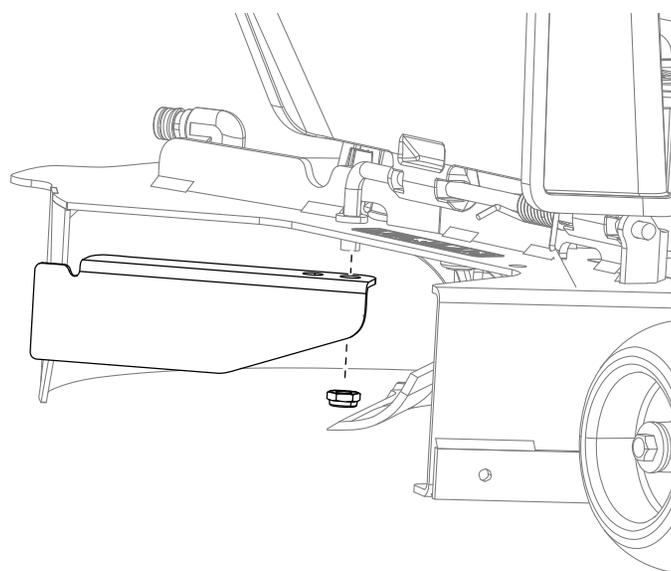

Figura 18
1. Para carcasas de 127 cm, retire el deflector existente de la máquina (Figura 18).